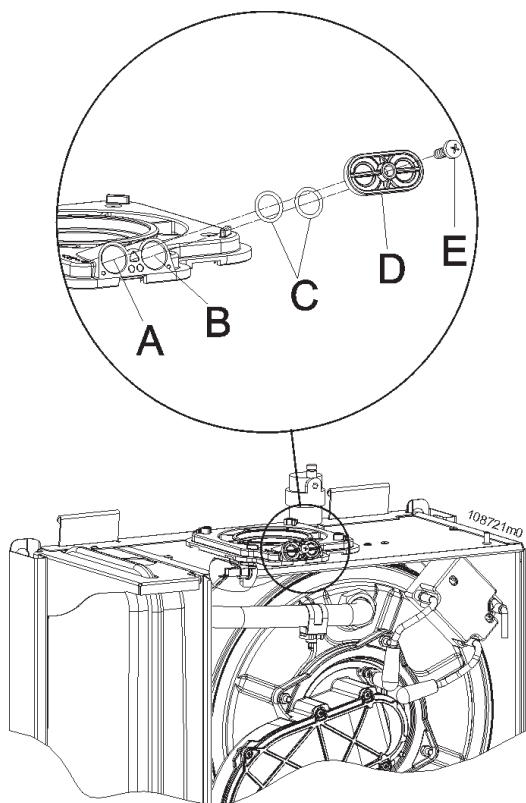

Figura 6-9 - Prese di analisi combustione
- 1.- collegare un analizzatore di combustione nella apposita presa sul raccordo di scarico fumi "B" di figura 6-9;